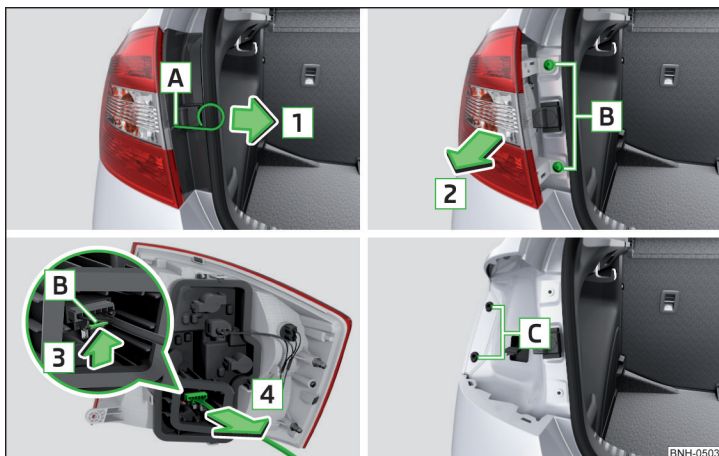
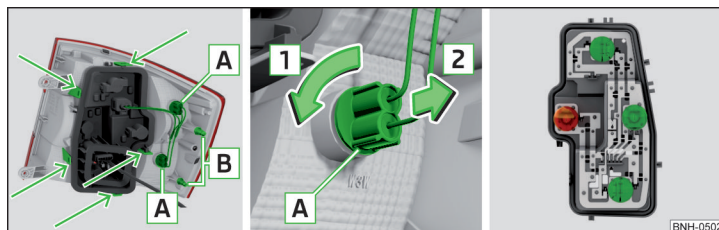

Fig. 187 Demontarea lămpii/scoaterea conectorului
Fig. 188 Partea exterioară a lămpii / partea interioară a lămpii
- > Introduceți cârligul pentru tragerea capacelor integrale de roată în orificiul **A** » fig. 187 » pagina 161, *Trusa de scule*.
- > Introduceți lampa cu ciocurile **B** » fig. 188 la pagina 182 pe suportii **C** » fig. 187 din caroserie.
- > Rotiți soclul becului **A** » fig. 188 în sensul săgeții **1** și scoateți-l din carcasa lămpii în sensul săgeții **2**.
- > Deblocați soclul becului în zonele marcate cu săgeți » fig. 188 și scoateți-l din lampă.